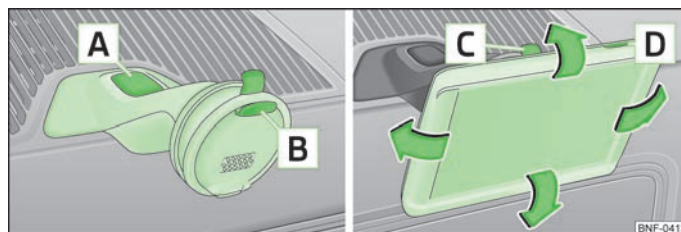

Fig. 75 Presa di inserimento del dispositivo multifunzione/Dispositivo multifunzione
- Dapprima inserire il dispositivo multifunzione nel supporto superiore **B** e» **fig. 75** premerlo sul lato inferiore nell'alloggiamento, sino a quando si innesta» **I**.
- L'inclinazione può essere regolata muovendo il dispositivo multifunzione in direzione della freccia » **fig. 75** sino a raggiungere la posizione desiderata » **I**.
- Con l'altra mano premere il tasto di sblocco **C** » **fig. 75** e togliere il dispositivo.
- Con l'altra mano premere il tasto di sblocco **A** » **fig. 75**.
- Attivare il dispositivo multifunzione premendo il tasto **D** » **fig. 75**.